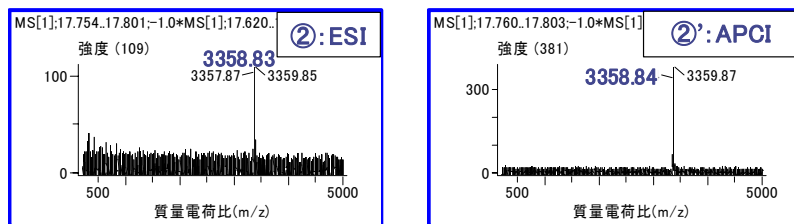

図3 ②、②' のマススペクトル
①	ESI	541.1220	1.3	$C_{14}H_{42}NaO_7Si_7 [M+Na]^+$
①'	APCI	541.1218	0.9	$C_{14}H_{42}NaO_7Si_7 [M+Na]^+$
次に TIC(図1)中の高質量側のピーク②、②' 中のマススペクトルを図3